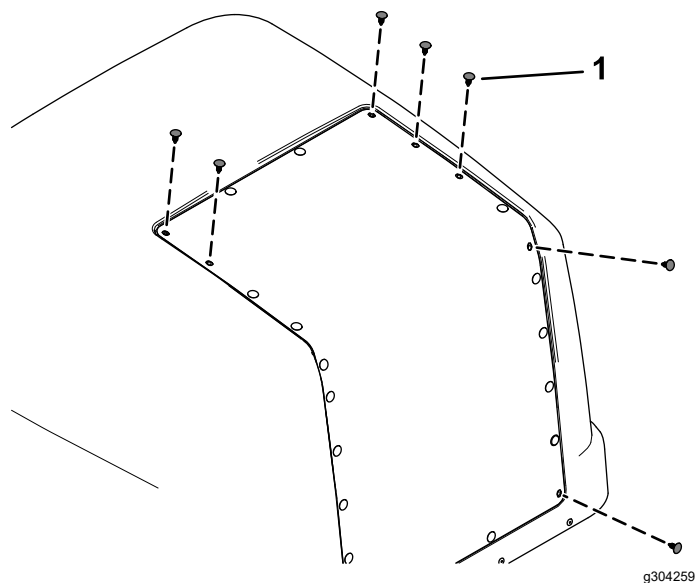

Figure 28
8. Retirez les 7 obturateurs en plastique du capot, comme montré à la Figure 28.